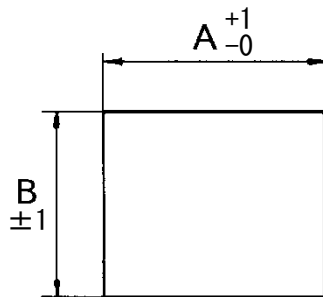

図 10 パネルカット寸法図
- ① 図 10 及び表 4 に従って、パネルをカットしてください。
- ② パネルカットができたら、本体を穴に挿入し、取付金具を上下各 2ヶ所 (15 点式は上下各 3ヶ所) に取り付けて、パネルに締め付けます。この際、片締めにならないように 4ヶ所 (6ヶ所) を交互に締め付けてください。